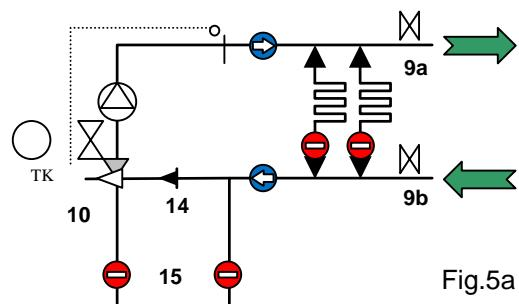

Fig.5a
Remplissez ensuite le distributeur et la station directrice Tempco Fix d'eau de chauffage selon la VDI 2035. Pour ce faire, vous devez raccorder le tuyau de remplissage (9b) et le tuyau de vidange à la conduite d'alimentation (9a) (Fig. 5a). Ouvrez les robinets (9a et 9b) et remplissez le distributeur et la station directrice jusqu'à ce que l'eau sorte de la conduite d'alimentation (9a). Refermez ensuite les deux robinets. En cas de températures froides de l'eau, l'élément de la sonde de la tête thermostatique (10) doit être retiré de l'enveloppe immergée ou on utilisera une vanne manuelle de protection au lieu de la tête thermostatique, de sorte que l'écoulement se fasse par le robinet à trois voies.